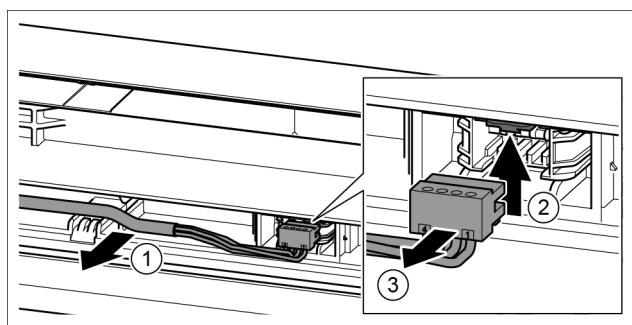

Fig. 19
- 将灰色电缆小心地从门内的导向装置上松开。Fig. 19 (1)
► 向上按住接片。Fig. 19 (2)
► 小心地拉出插头。Fig. 19 (3)